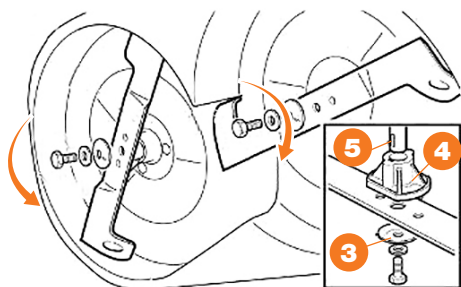

Рис. 29
- При установке новых или после заточки ножей убедитесь в верном расположении левого и правого ножа, вогнутую часть шайбы 3 прижмите к ножу. Установите ступицу вала 4 со шпонкой 5 на место (Рис. 29).